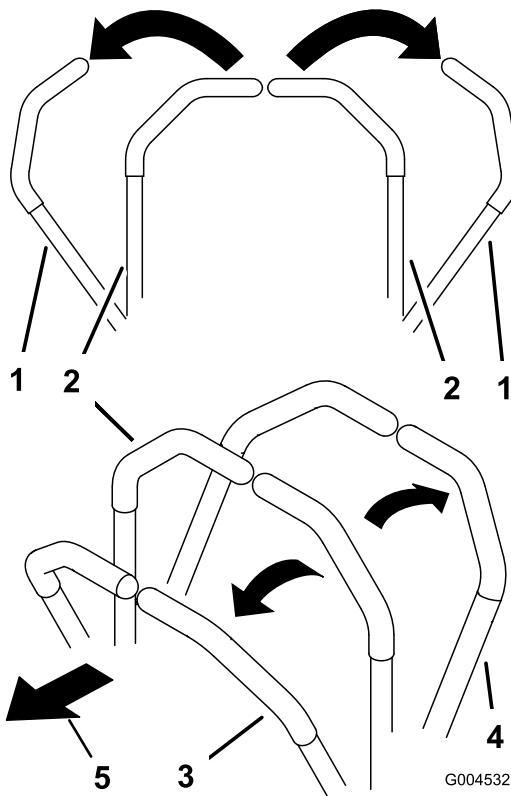

Figure 18
1. Amenez les leviers de commande de déplacement en position de VERROUILLAGE AU POINT MORT (Figure 18).
- Pour vous déplacer en ligne droite en marche avant, poussez lentement les leviers de commande de déplacement vers l'avant (Figure 18).
- Pour vous déplacer en ligne droite en marche arrière, tirez doucement les leviers en arrière (Figure 18).
- Pour tourner, ralentissez la machine en tirant les deux leviers en arrière puis poussez en avant le levier du côté opposé à celui que vous voulez prendre (Figure 18).